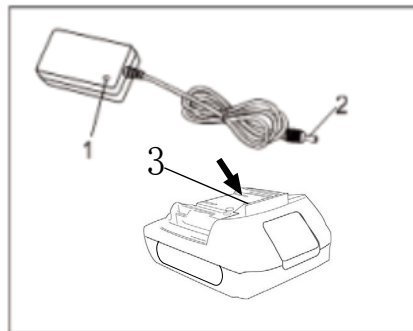

Рис.3.
1. Включите зарядное устройство в сеть. Зеленый индикатор (2) загорится. ( Рис.3)
2. Вставьте аккумулятор в зарядное устройство. Красный индикатор (1) загорится. Это означает, что аккумулятор начал заряжаться.
3. Когда батарея полностью заряжена, красный индикатор (1) погаснет, и загорится зеленый индикатор (2).